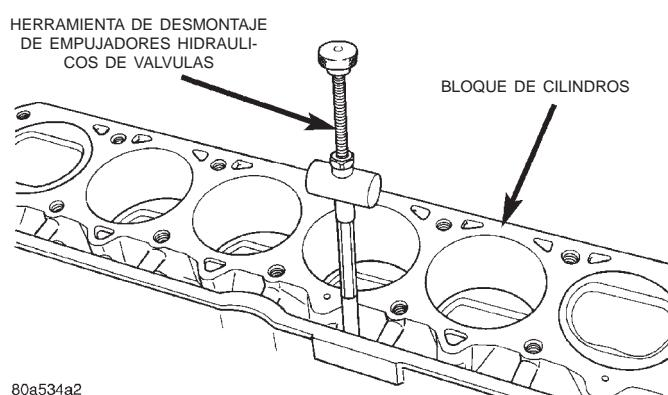

Fig. 37 Herramienta de desmontaje e instalación de empujadores hidráulicos de válvulas
- (1) Retire la culata de cilindros del motor (consulte el apartado Desmontaje e instalación de la culata de cilindros en esta sección).
(2) Retire las varillas empujadoras.
(3) Retire los empujadores a través de las aberturas de las varillas empujadoras de la culata de cilindros, con una herramienta de desmontaje e instalación de empujadores hidráulicos de válvulas (Fig. 37).